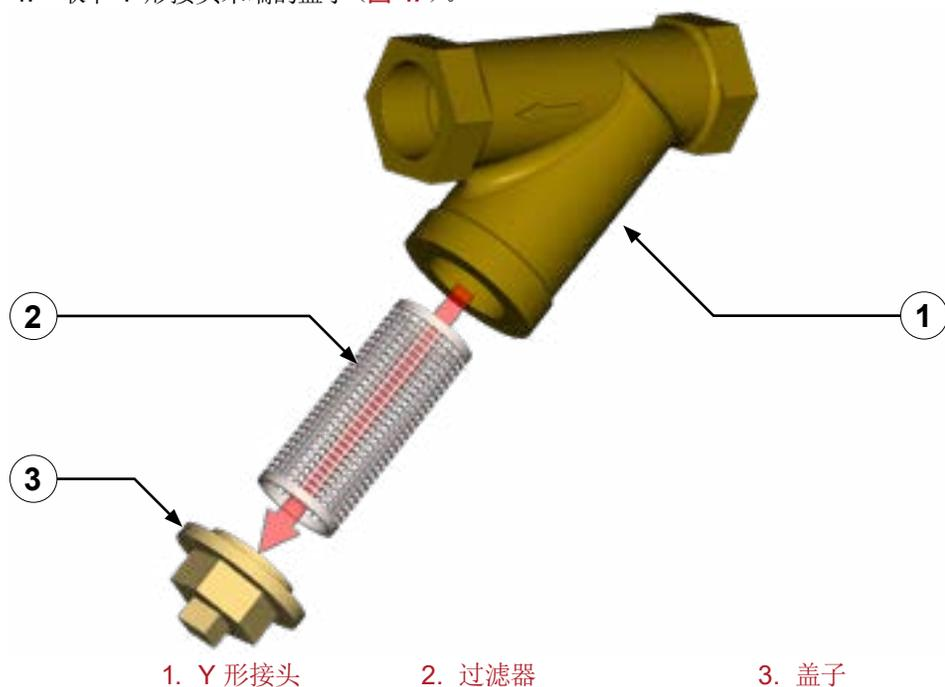

图 47
4. 取下 Y 形接头末端的盖子 (图 47)。
8. 将盖子固定到 Y 形接头 (图 47)。